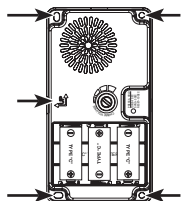

Figure 6
7. Support de montage pour la base du carillon. En vous servant de la flèche indicatrice « UP », placez le socle du carillon contre le mur et assurez-vous qu'il est de niveau. Marquez l'emplacement des quatre trous de vis sur la surface de montage (voir la Figure 6). Percez quatre avant-trous à l'aide d'un foret de 3/16 po et insérez les chevilles d'ancrage. Alignez les quatre trous de vis de la base de